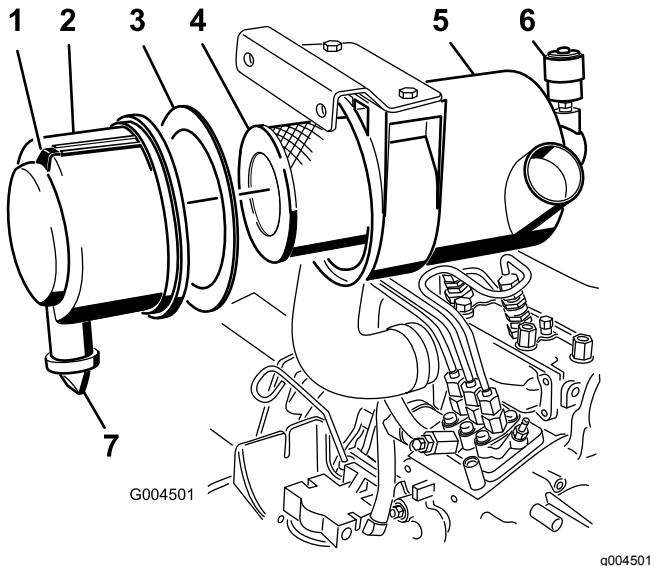

Figure 59
3. Faites l'entretien du filtre à air quand l'indicateur de colmatage est rouge ou plus fréquemment si vous travaillez dans une atmosphère extrêmement poussiéreuse ou sale (Figure 59).